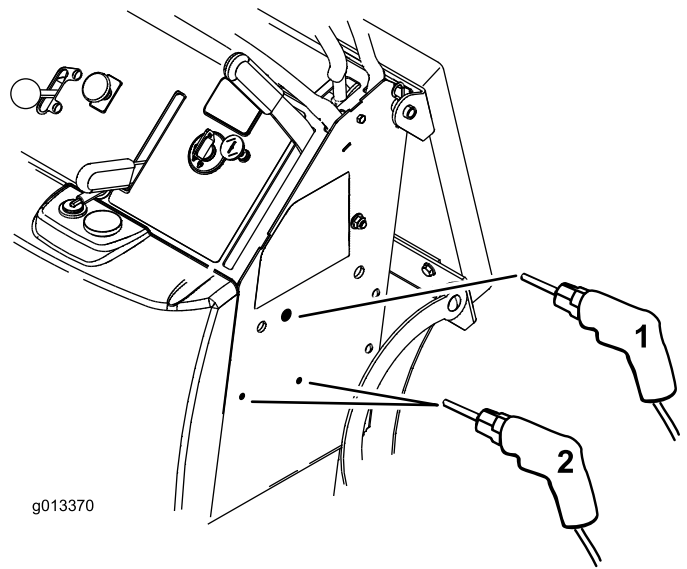

Figura 5
1. Antes de perforar los taladros, compruebe si los taladros ya existen (Figura 5). Siga con el procedimiento 4 si los taladros ya existen.
- 6. Haga un taladro de 0,81 cm (11/32 pulgada) de diámetro en el lateral de la máquina para la palanca (Figura 5).
- 7. Haga dos taladros de 0,44 cm (11/64 pulgada) de diámetro en el lateral de la máquina para el tubo del manual (Figura 5).